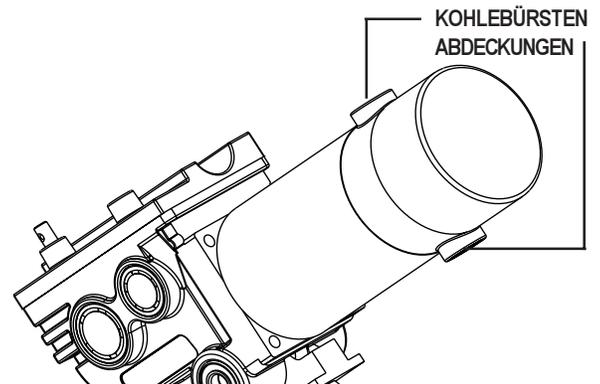

Abbildung 28. Kohlebürsten Abdeckungen
2. Lösen Sie Kohlebürstenabdeckungen an jedem Motor. Siehe Abbildung 28.